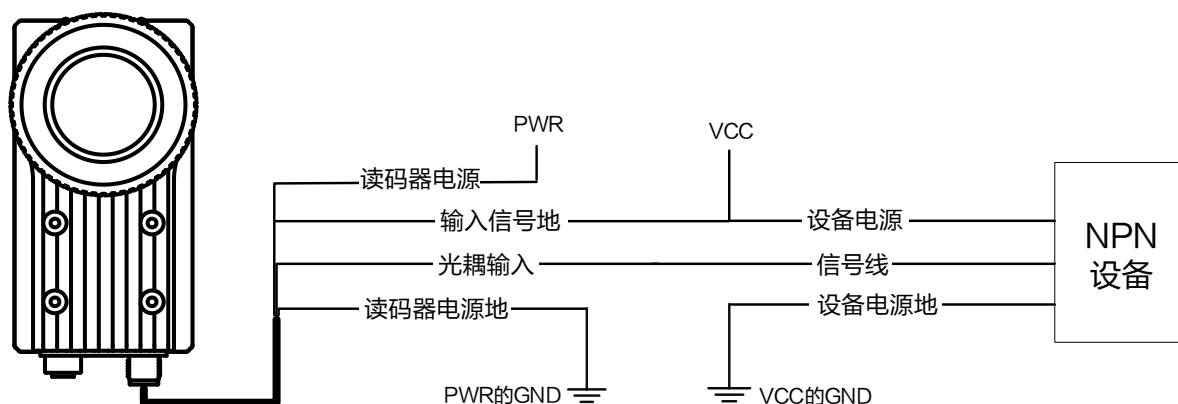

图4-6 输入信号接 NPN 设备（不使用上拉电阻，适用于非 ID6200EM 型号设备）
- 除 MV-ID6200EM-00C-NNG 型号以外的设备接线图如图 4-6 所示。